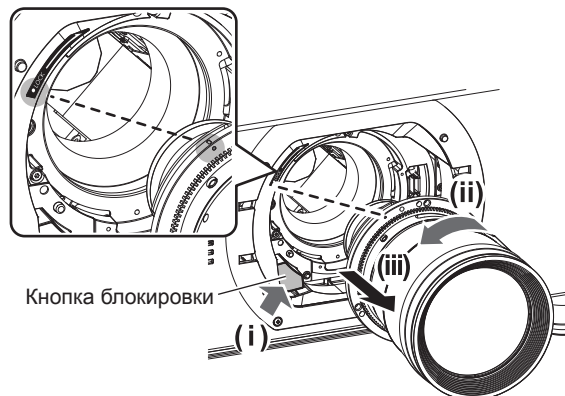

Рис. 1
3) Удерживая нажатой кнопку блокировки, поверните проекционный объектив против часовой стрелки и снимите его. (Рис. 1)